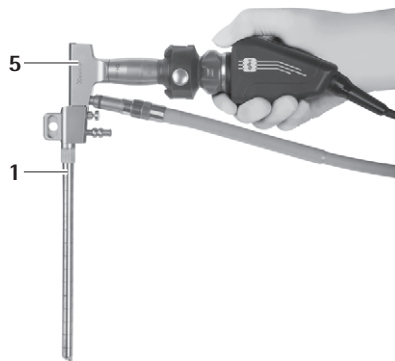

Afb. 2
- ▶ Vergrendel de endoscoop 5 in de MINOP InVent-trocart 1, zie Afb. 2.